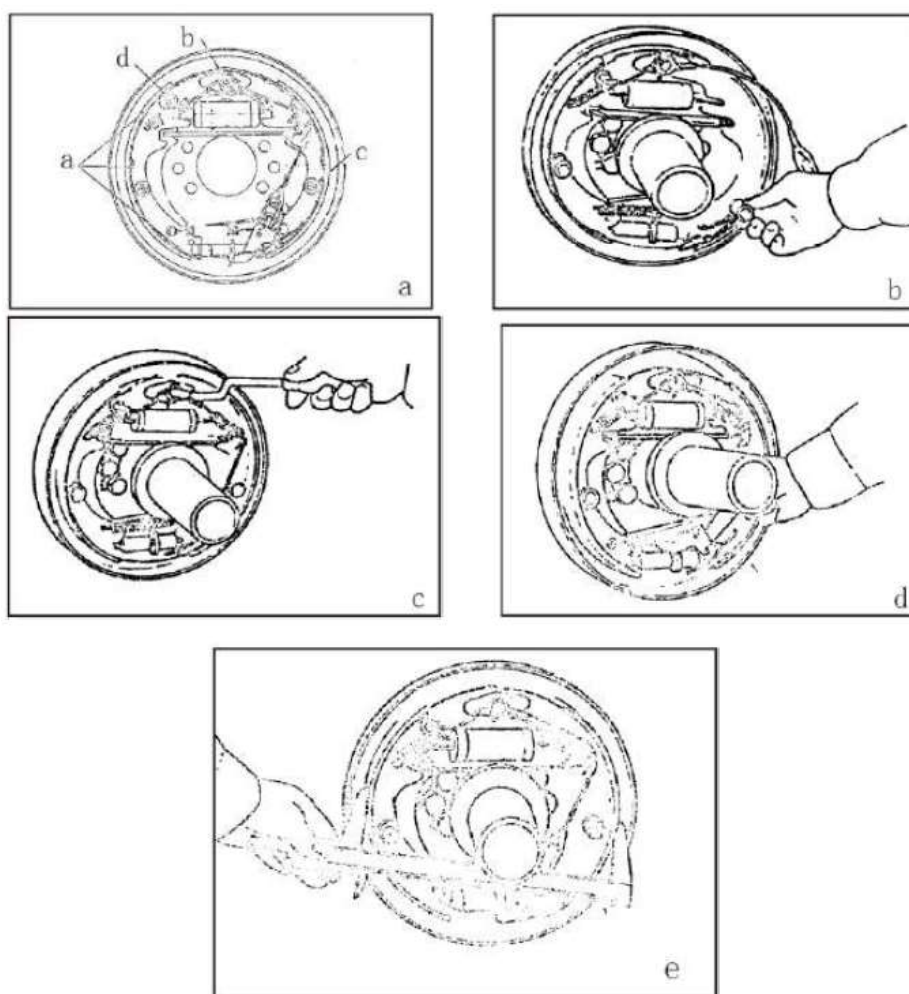

Рис. 3-3-10. Проверка тормоза
(3) Установить тормозной щит на ведущий мост. Момент затяжки: 182–272 Н.м.
(4) Как показано на Рис. 3-3-10, во все точки смазки а, б, с нанесена горячая смазка и не допускается ее попадание на фрикционную накладку.
(5) Нужно установить трос ручного тормоза на тормозной щит с помощью крепежа в форме Е.
(6) Закрепить тормозную колодку на тормозном щите с помощью пружины.
(7) Установить пружину сжатия на рычаг ручного тормоза и затем соединить рычаг с тормозной колодкой.
(8) Установить направляющую тормозной колодки на опорный палец и затем установить возвратную пружину тормозной колодки.